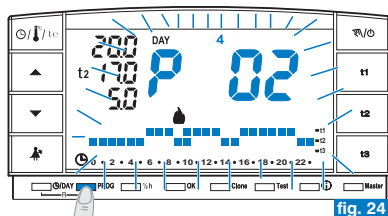

fig. 24
- Premere il tasto **PROG**: apparirà sul display il programma utilizzato e lo scorrimento dell'impostazione di ciascun giorno (o gruppo di giorni nel programma P01 non ancora modificato) avverrà automaticamente (fig. 24).